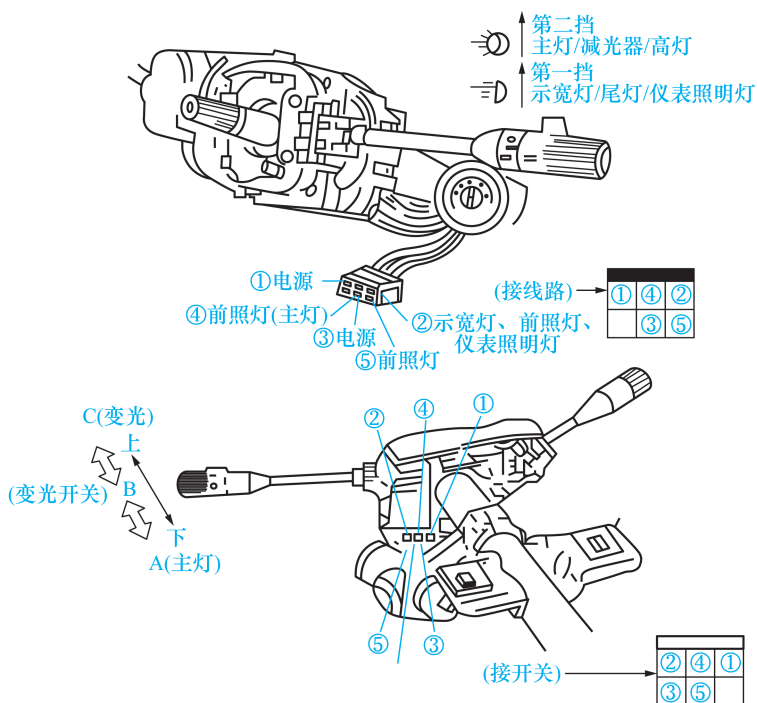
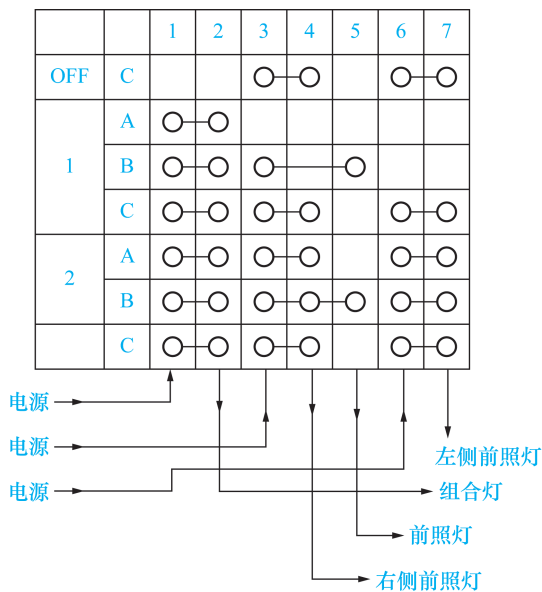

图 1-34 灯光开关构造
图 1-35 灯光开关的接线方法
(5)开关应用实例介绍。下面以灯光开关为例,介绍其实物和电路连接方法。灯光开关构造如图 1-34 所示,灯光开关的接线方法如图 1-35 所示。